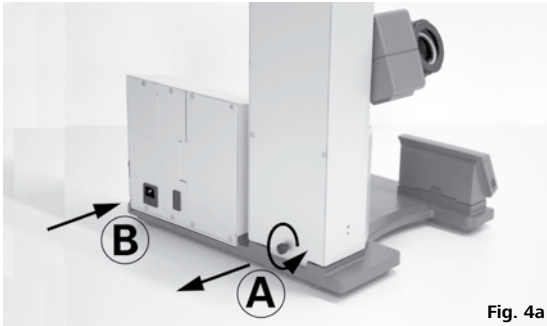

Fig. 4a
**Attention !** Desserrez la sécurité de transport (fig. 4a) !